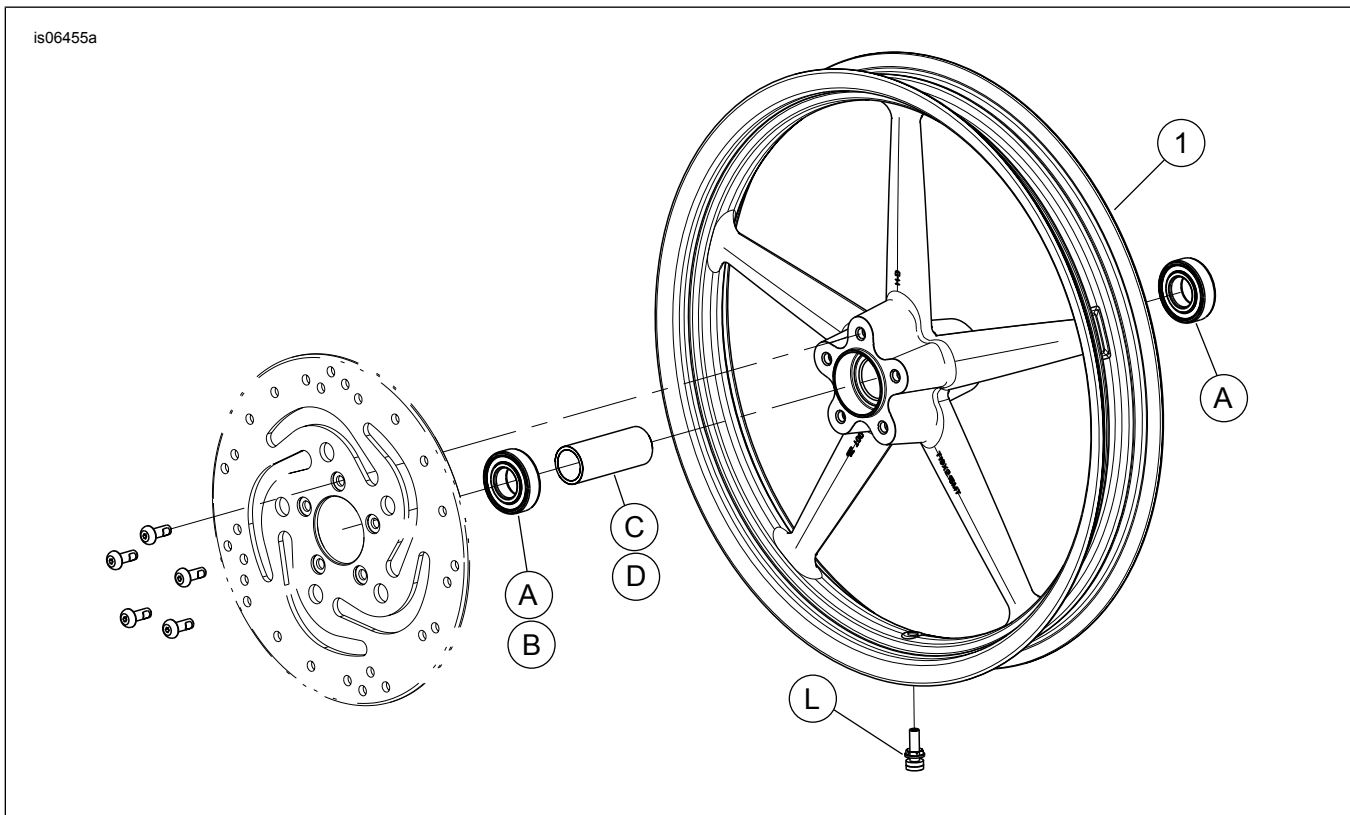

Figura 2. Piezas de servicio: Rueda delantera Rocker
- 2. Vea Figura 2. Instale el conjunto del vástago de la válvula (L) en la rueda. Vea NEUMÁTICOS en el Manual de servicio.